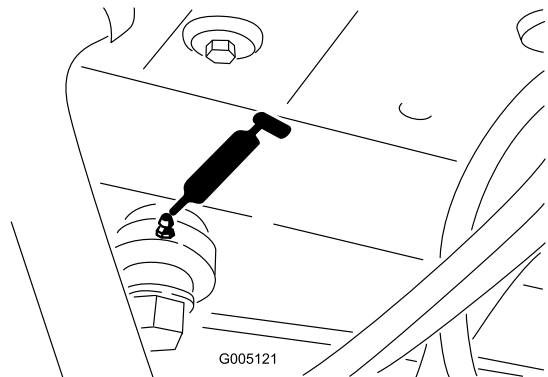

Bild 33
- Ende des Lenkzylinders (Bild 33)